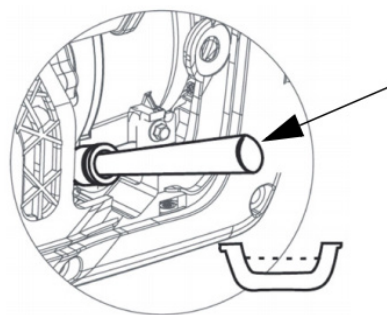

Рисунок 4-4
8. Вставте воронку у заливний отвір. Див. рисунок 4-4. Долийте рекомендовану моторну оливу за потреби.